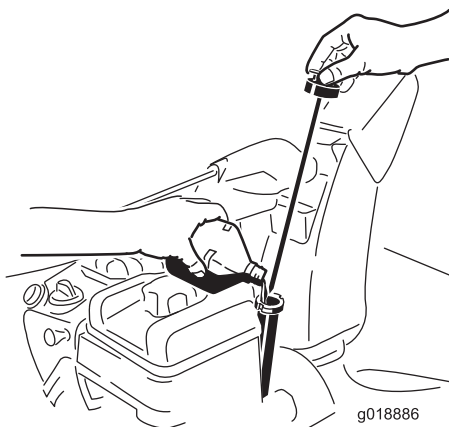

Figure 12
1. Retirez la jauge et versez de l'huile **lentement** dans le goulot de remplissage pour faire monter le niveau de liquide jusqu'au repère du plein (Full) sur la jauge. **Ne remplissez pas excessivement**(Figure 12).